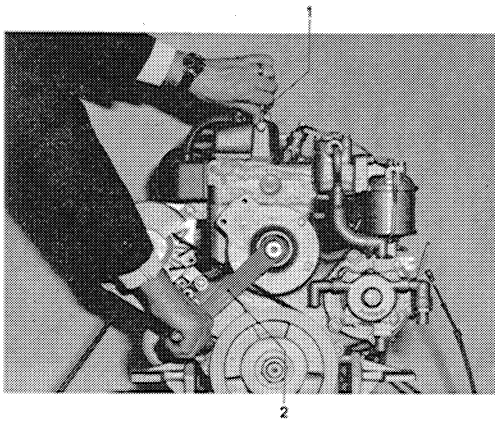

Fig. 7 Anordningar för handstart
- 2 Ställ dekompressionshandtaget — se fig. 7 — i uppåtriktat läge.
- 3 Anbringa startveven, se fig. 7.